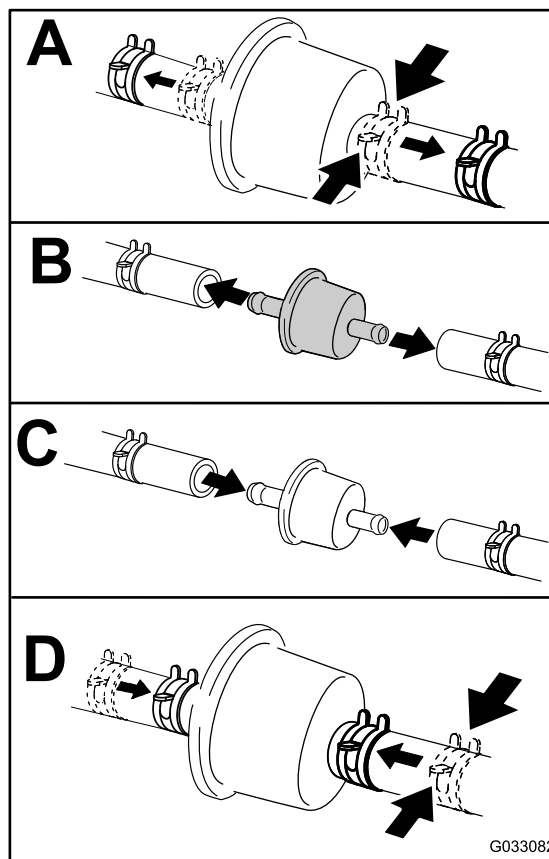

Bild 53
4. Tauschen Sie den Kraftstofffilter aus (**Bild 53**).